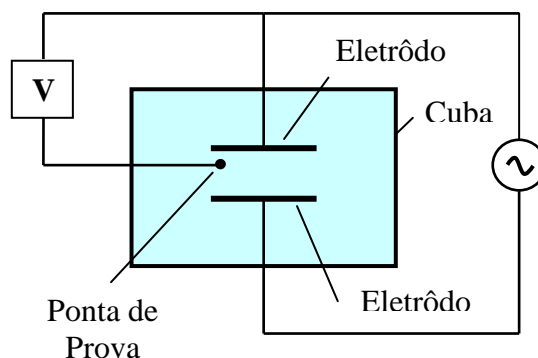

Figura 7.1
Em nossos experimentos utilizaremos uma cuba eletrolítica que contém apenas água. A configuração de eletrodos que se deseja estudar é parcialmente imersa na água que está contida no interior de uma cuba. Aplicando-se então uma ddp entre os mesmos, que fará surgir uma corrente iônica orientada pelo campo elétrico no meio. Através de uma referência fixa, e com o auxílio de um voltímetro (V) e uma ponta móvel pode-se determinar a equipotencial relativa à referência. Essa situação ocorrerá quando a ddp for mantida constante (veja figura 7.1).